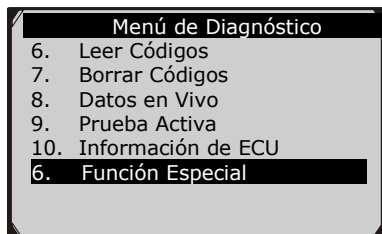

Figura 10.20
- 1) En el **Menú de Diagnóstico** (Figura 10.20), use el botón **ARRIBA/ABAJO** para seleccionar la opción **Función Especial** y poder realizar la prueba del ABS. La herramienta se mostrará como sigue.
- 1) En el **Menú de Diagnóstico** (Figura 10.20), use el botón **ARRIBA/ABAJO** para seleccionar la opción **Prueba Activa** y realizar la prueba de actuadores. La herramienta le mostrará un menú como el siguiente.